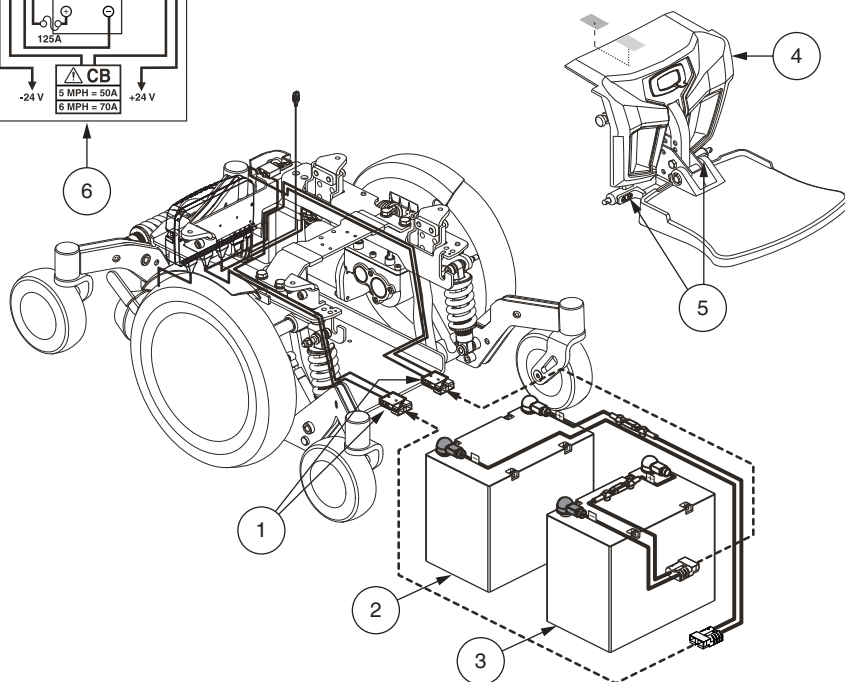

Figura 19. Installazione della batteria
3. Rimuovere la scocca anteriore stringendo le maniglie di rilascio (**vedere la figura 19**) e sollevando la staffa della pedana poggiapiedi verso l'alto e allontanandola dalla base elettronica.
7. Collegare il gruppo batteria anteriore alla nuova batteria seguendo il diagramma di cablaggio corrispondente. **Vedere la figura 19.**
8. Collegare il gruppo batteria posteriore alla nuova batteria seguendo il diagramma di cablaggio corrispondente. **Vedere la figura 19.**